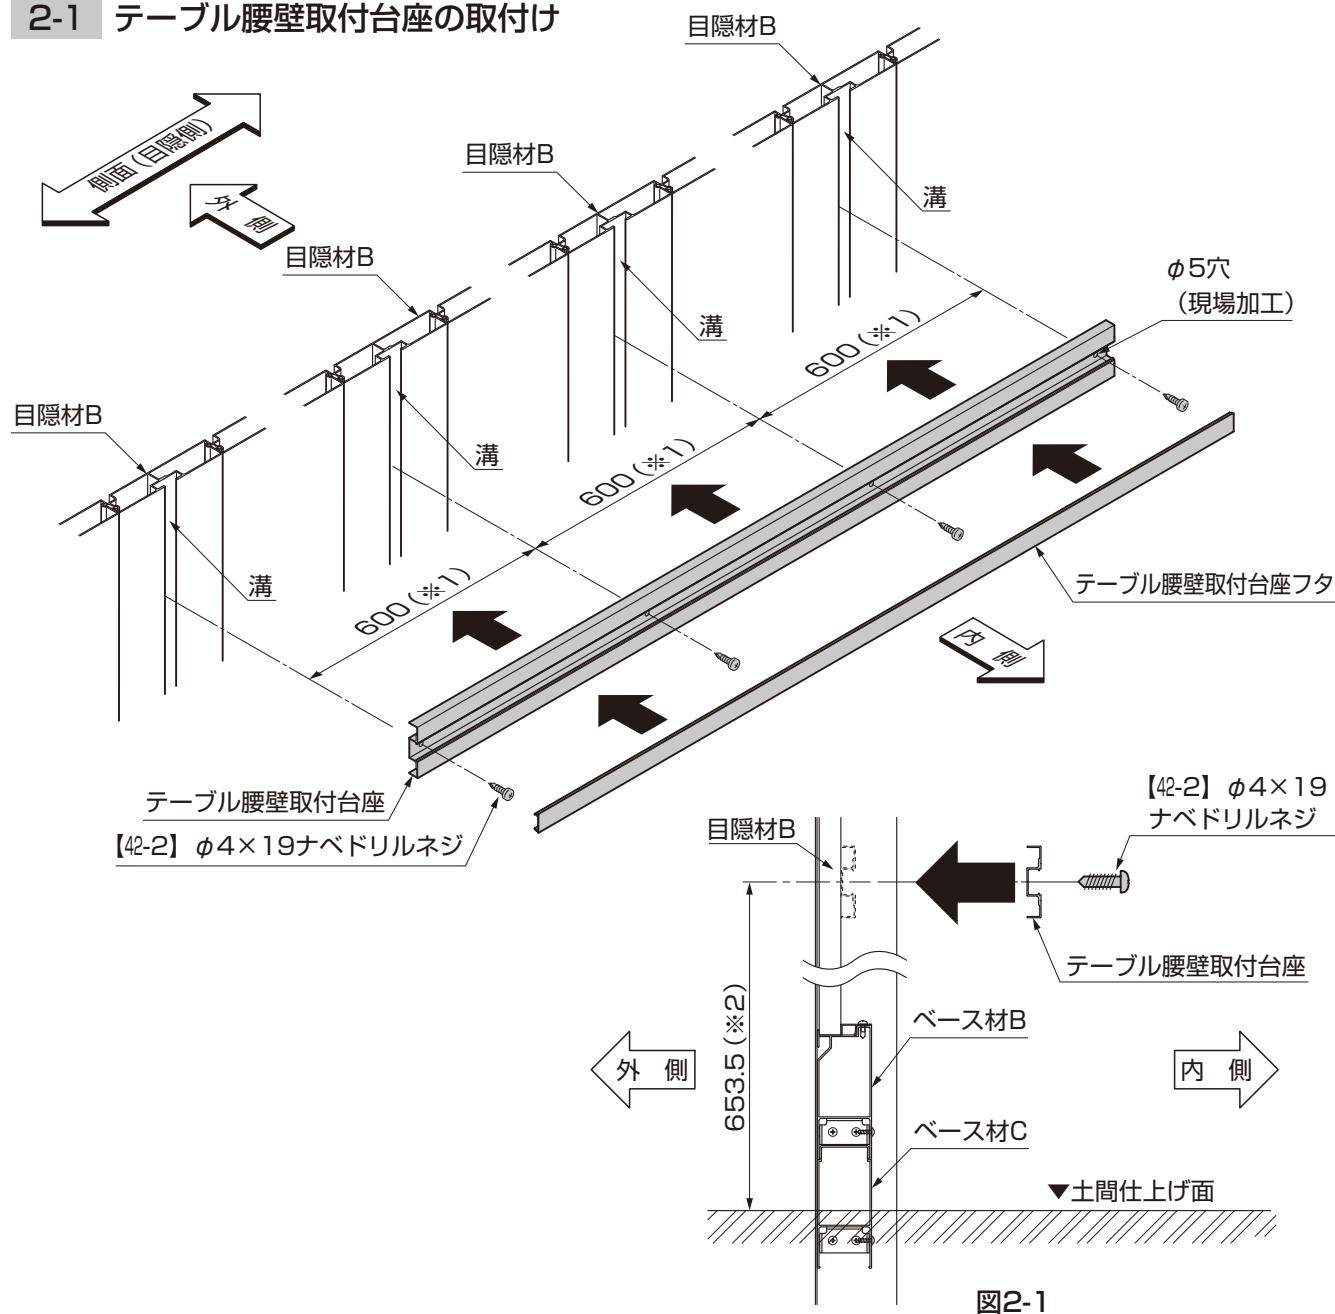

図2-1
- テーブル腰壁取付台座の高さは、土間仕上げ面より653.5mm(※2)に取付けてください。(図2-1参照)
- ②テーブル腰壁取付台座フタを、テーブル腰壁取付台座にはめてください。